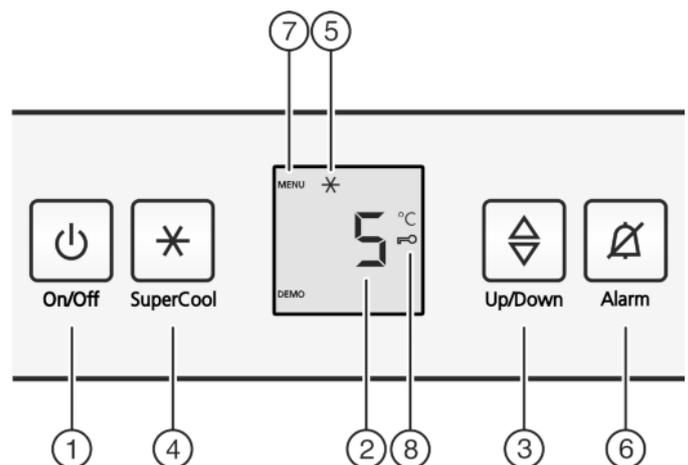

Fig. 2
- ▶ Appuyez sur la touche marche/arrêt Fig. 2 (1).
- ▶ Appuyer env. 5 secondes sur la touche SuperCool Fig. 2 (4).
- ▷ Le symbole Menu Fig. 2 (7) apparaît dans l'affichage.
- ▶ Confirmer brièvement avec la touche SuperCool Fig. 2 (4).
- ▷ Le symbole Sécurité enfants Fig. 2 (8) s'allume dans l'affichage.
- ▶ Appuyer brièvement sur la touche On/Off Fig. 2 (1).
- ▶ Appuyer sur la touche Alarme Fig. 2 (6).
- ▶ Appeler la fonction de température : appuyer sur la touche de réglage *Fig. 2 (3)*.
- ▶ Modifier la température par incrément de 1 °C : appuyer sur la touche de réglage *Fig. 2 (3)* jusqu'à ce que la température souhaitée apparaisse dans l'affichage de température.
- ▶ Appuyer brièvement sur la touche SuperCool *Fig. 2 (4)*.
- ▷ Le symbole SuperCool *Fig. 2 (5)* s'allume dans l'affichage.
- ▷ Le symbole SuperCool *Fig. 2 (5)* s'éteint dans l'affichage.